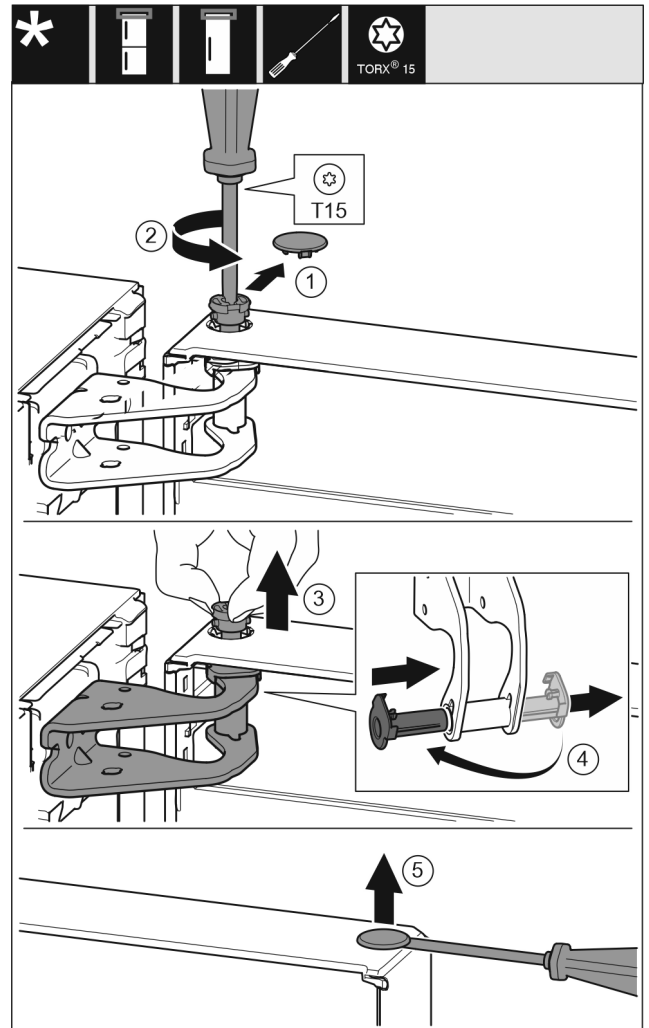

Fig. 6
- Óvatosan húzza le a biztonsági fedelet. Fig. 6 (1)
- Tekerje ki a csapot egy kissé a T15 csavarhúzóval. Fig. 6 (2)
- Tartsa meg az ajtót, és húzza ki a csapszeget az ujjával. Fig. 6 (3)
- Húzza ki a csapágyperselyt a vezetősínből. Helyezze be a másik oldalról, és pattintsa a helyére. Fig. 6 (4)
- Óvatosan emelje ki a dugaszt az ajtó csapágyperselyéből lapos csavarhúzóval, és húzza ki. Fig. 6 (5)